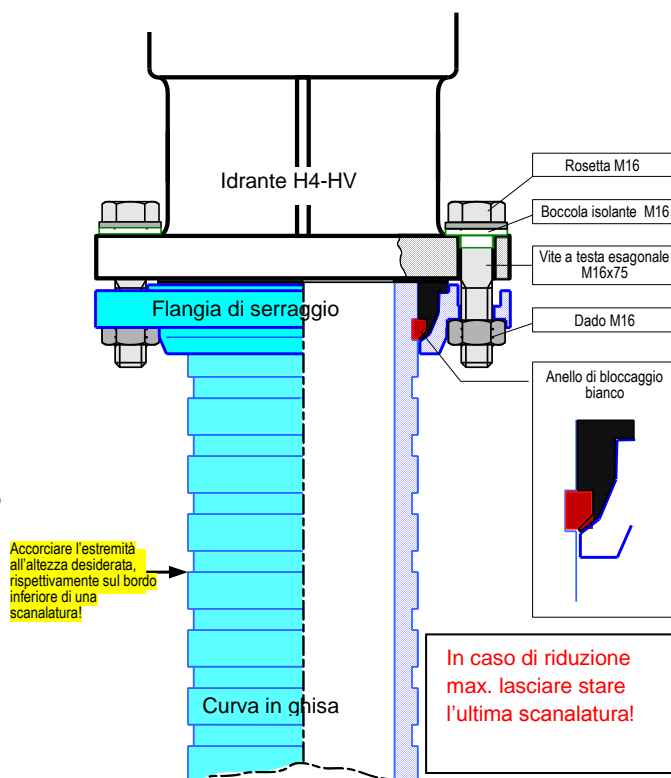

Figura 2
- Accorciare l'estremità della curva: (Figura 2)